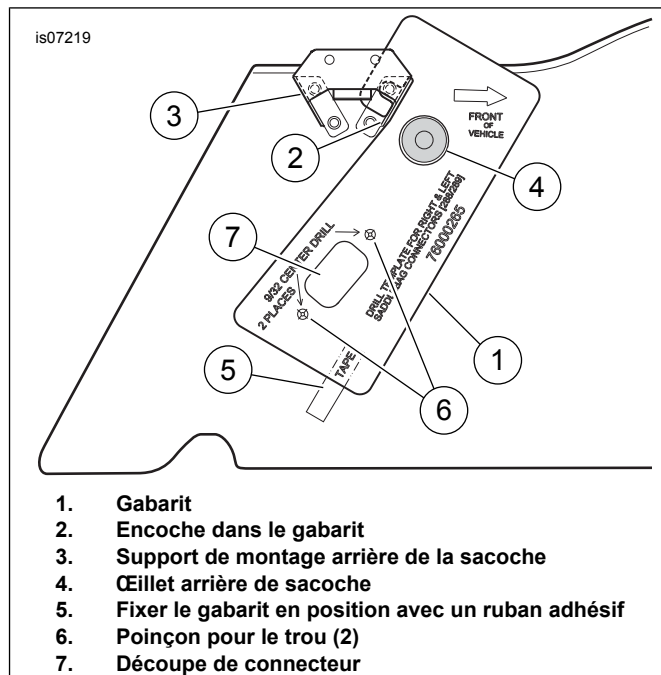

Figure 2. Perçage de sacoche pour le connecteur de panneau à 12 fiches
4. Voir Figure 2. Accrocher l'encoche (2) du gabarit (1) sur le support de montage arrière de sacoche (3). Aligner le trou du gabarit sur l'œillet arrière (4). Fixer le gabarit en position avec un ruban adhésif tel qu'illustré (5).
5. Marquer les emplacements des deux trous (6) avec un poinçon. Tracer le contour de la découpe du connecteur (7) sur la paroi intérieure de la sacoche. Enlever le gabarit.